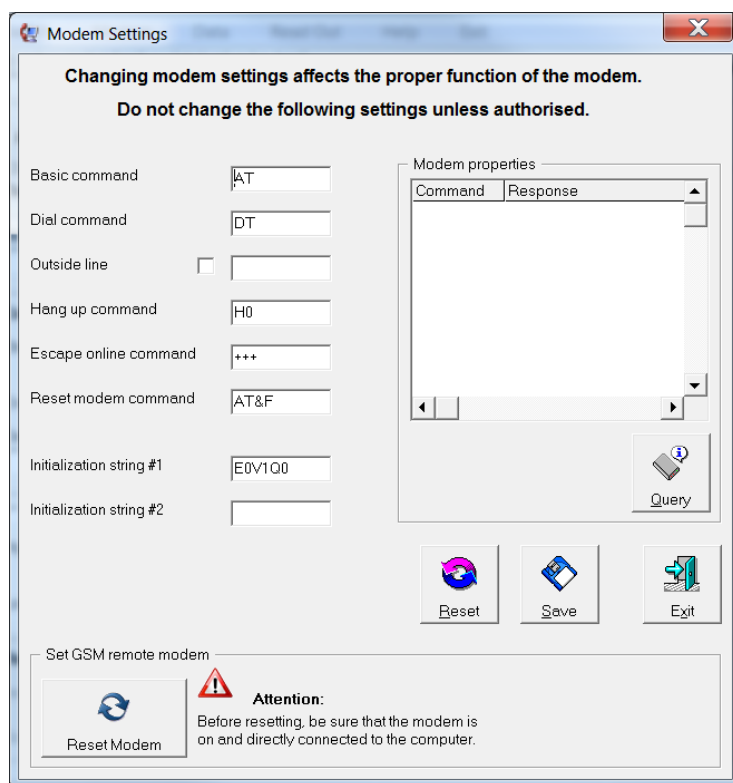

fig.26
- Nella finestra apparsa (fig.26) cliccare sul tasto **Reset Modem**